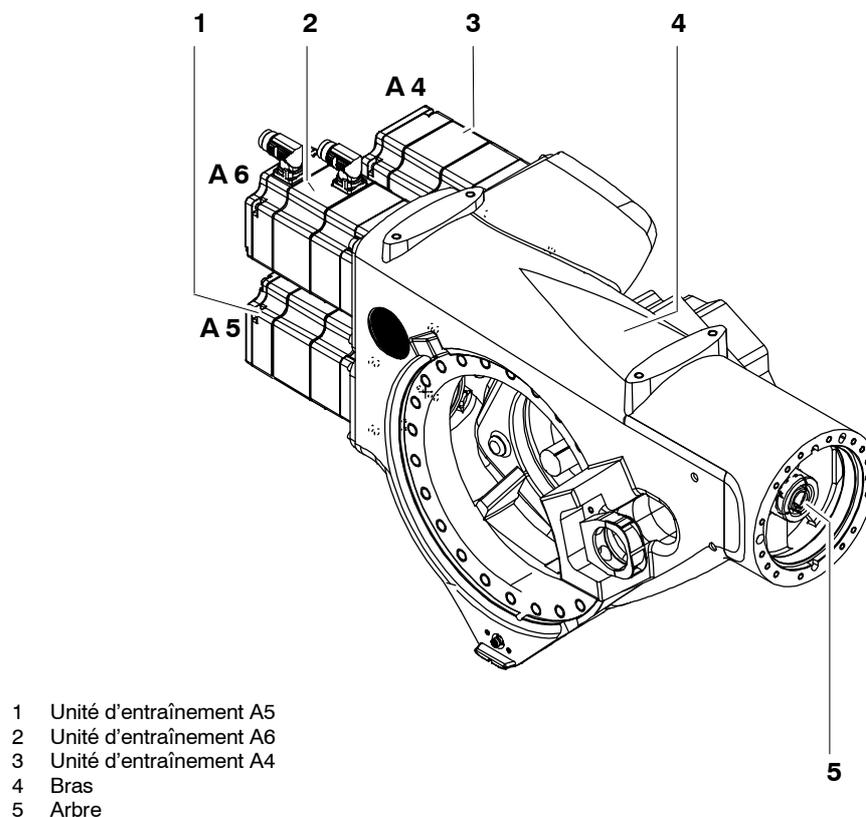

Fig. 5 Entraînements des axes du poignet A4 à A6
Les axes du poignet sont entraînés par 3 unités d'entraînement. Celles-ci sont vissées au bras (Fig. 5/4). Les unités d'entraînement A4 (3) et A5 (1) sont identiques du point de vue de la construction. Elles entraînent les axes en question du poignet par les courroies dentées et les arbres. L'axe du poignet A6 est entraîné directement par l'unité d'entraînement A6 (2), via un arbre enfichable (5).